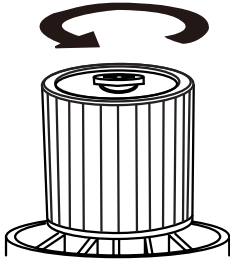

Fig. 10
18. Para sacar el filtro de cartucho, libere y saque el retén del filtro 21 girando la empuñadura del retén hacia la izquierda. **Fig. 10 & 11.**